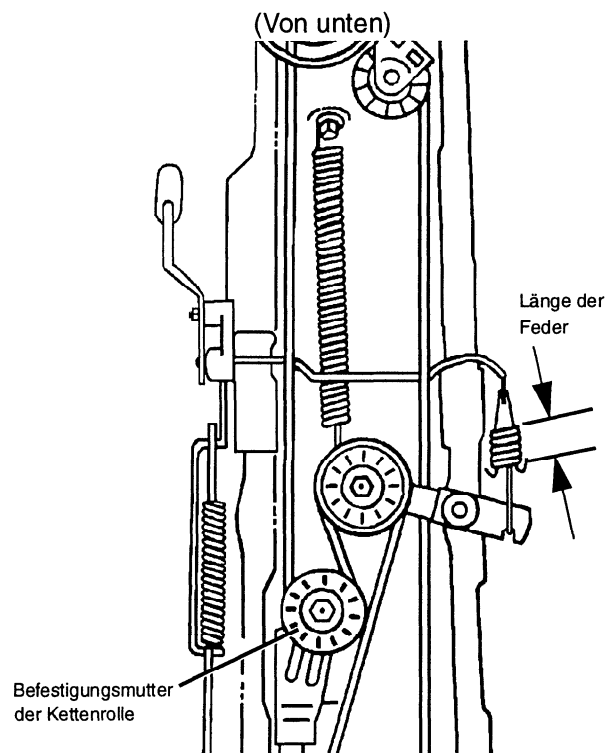

ABBILDUNG 39
- Länge der Andrückfeder der Kupplung messen (siehe Abbildung 39). Die Messung sollte zwischen 42 bis 45 mm betragen. Die Länge der Andrückfeder der Kupplung wird durch Schieben der hinteren Kettenrolle auf der Halterung mit Schlitz wie folgt vorgenommen: